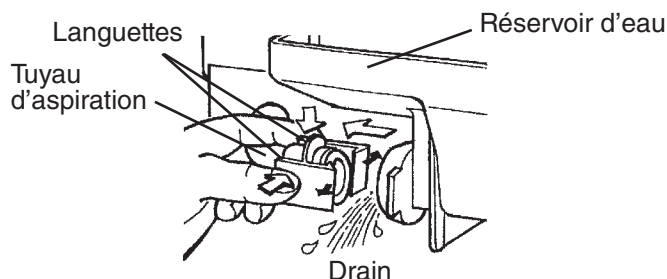

Fig. 31
6. À l'intérieur du bac de stockage, déconnectez le tube d'aspiration en serrant les languettes et en tirant le tube pour le dégager. Voir Fig. 31. Laissez le réservoir d'eau se vider.